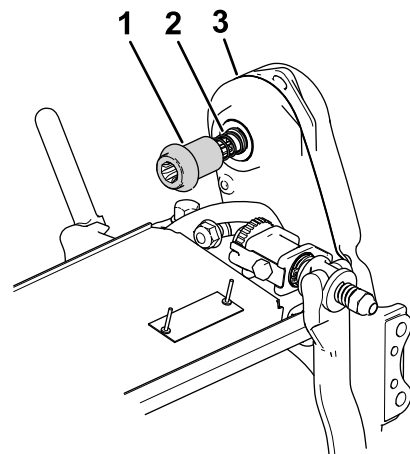

図7
4. カッティングユニットのリール駆動アセンブリに、カップラとスプリングを取り付ける **図7**。
5. トランスミッション駆動シャフトのカップラ **図7**が前後に軽く動くことを確認する。